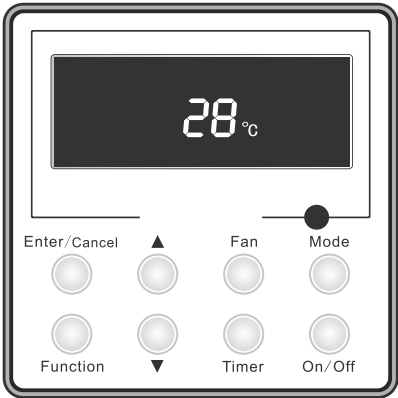

Fig.4 Apagado
- ①. El estado que se muestra en la Fig. 4 indica el estado apagado de la unidad después del encendido